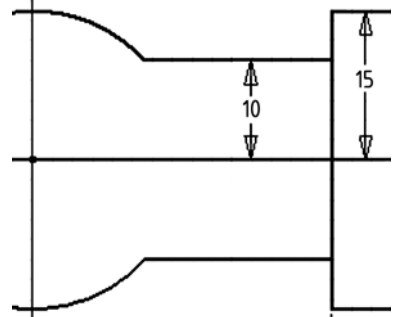

Рис. 12
- Выбираем **Размеры**, ставим вертикальную размерную линию между одним из отрезков и центром дуги окружности и заменяем значение на 10 мм (рис. 12).